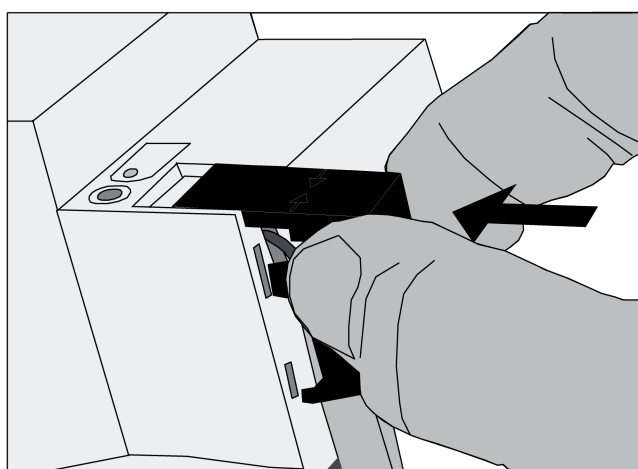

Figure 5: Mise en place du capuchon de protection
- Enfoncer le capuchon de protection sur la borne de bus, jusqu'à ce qu'il s'encliquète (figure 5).